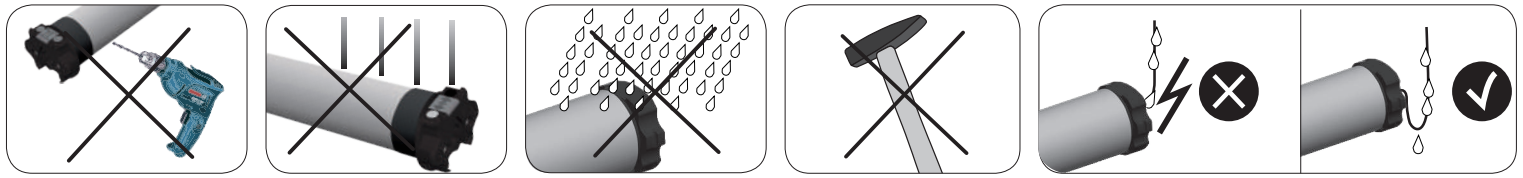

Fig. 1
► INSTALLAZIONE (Fig. 1)
► INSTALLATION (Fig. 1)